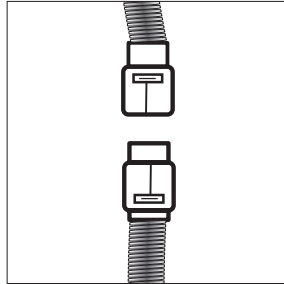

Рис. 14
- Соедините провод от двигателя с проводом от панели управления при помощи влагозащитного разъема (Рис. 14).